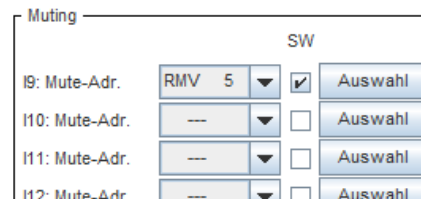

Abbildung 33-2
In Abbildung 33-2 würde das RMV gemutet. Der Eingang I9 wird nicht benötigt.
- ▶ Wählen Sie „Auswahl“ an. (Abbildung 33-2)